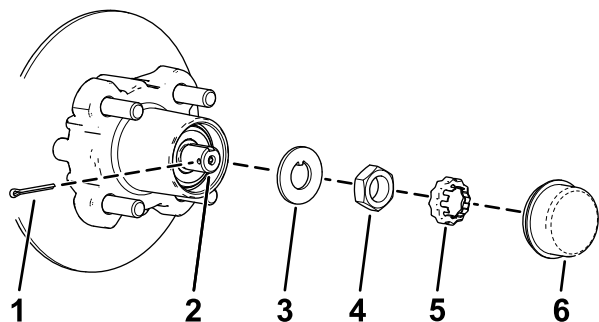
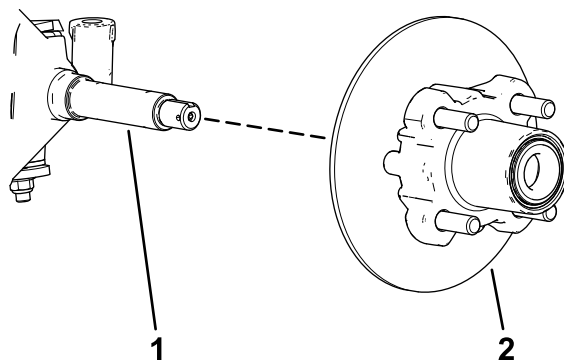

Figure 36
Figure 37
4. Retirez le couvre-moyeu du moyeu (Figure 36).
5. Retirez la goupille fendue et le frein d'écrou de la fusée et de son écrou (Figure 36).
6. Enlevez l'écrou de la fusée, et séparez l'ensemble moyeu et rotor de la fusée (Figure 36 et Figure 37).